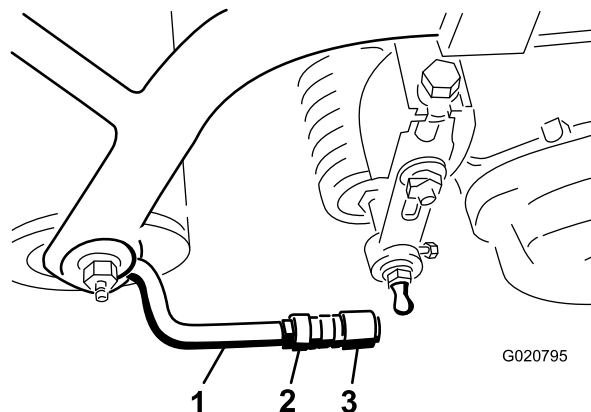

図 9
5. ソケットの口をボールスタッドに向けてソケットをボールジョイントに嵌め、ジャムナットを締めて固定する **図 9**。